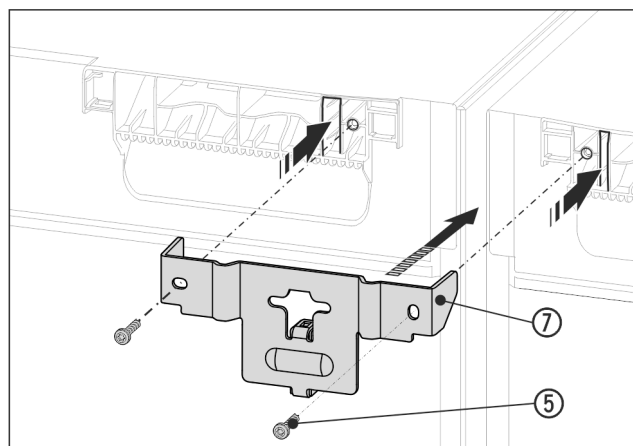

Fig. 17 Beispielhafte Darstellung
- Winkel Fig. 17 (7) mit dem Distanzstück zwischen die Geräte und mit den Laschen in die Gerätedecke schieben. Mit 2 Schrauben Fig. 17 (5) festschrauben.